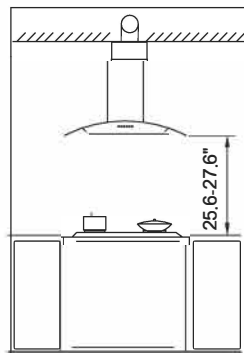

Fig.2
2. Installez la hotte de cuisine juste au-dessus de la plaque de cuisson. La distance recommandée entre la plaque de cuisson et le bord inférieur de la hotte est de 25,6" au minimum et de 27,6" au maximum. (Fig. 2)
3. (Fig. 2)